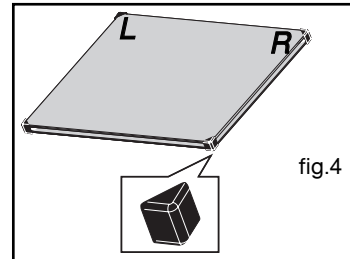

fig.4
- Indien nodig het geheel van binnenruiten uit de deur verwijderen. Dit geheel bestaat uit een of twee ruiten naargelang het model, met in iedere hoek een zwarte rubberen aanslag (fig.4).